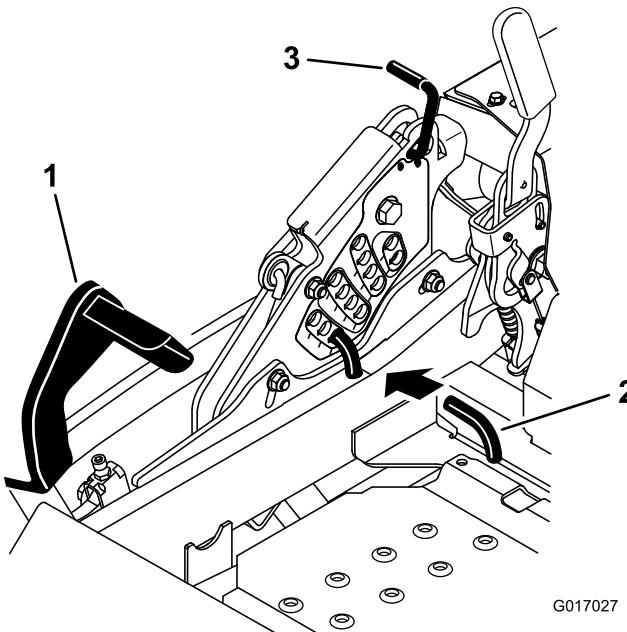

Figura 26
2. Pise el pedal de elevación de la carcasa y eleve la carcasa a la posición de transporte (que es también la posición de altura de corte de 140 mm (5-1/2 pulgadas) (Figura 26).
3. Para ajustar la altura de corte, gire el pasador 90 grados y retire el pasador del soporte de altura de corte (Figura 26).
4. Seleccione el taladro del soporte de altura de corte que corresponde a la altura de corte deseada, e inserte el pasador (Figura 26).